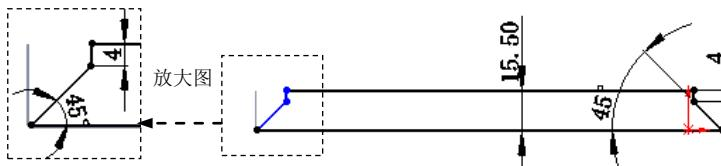

图 17.6.7 横断面草图
(3) 定义法兰参数。在 **角度(G)** 区域的 文本框中输入角度值 90.0。在“边线法兰”对话框 **法兰长度(L)** 区域的下拉列表中选择 **给定深度** 选项，在 文本框中输入深度值 15.0。在此区域中单击“内部虚拟交点”按钮 。在 **法兰位置(N)** 区域中单击“材料在外”按钮 ，选中剪裁侧边折弯，单击 按钮。
(4) 绘制自定义的边线法兰特征形状。右击设计树中的 **边线—法兰3** 特征，在系统弹出的快捷菜单中单击 按钮，系统进入草图环境；绘制图 17.6.7 所示的横断面草图。
(5) 选择下拉菜单 **插入(I)** → **退出草图** 命令，退出草图环境，完成边线—法兰 3。